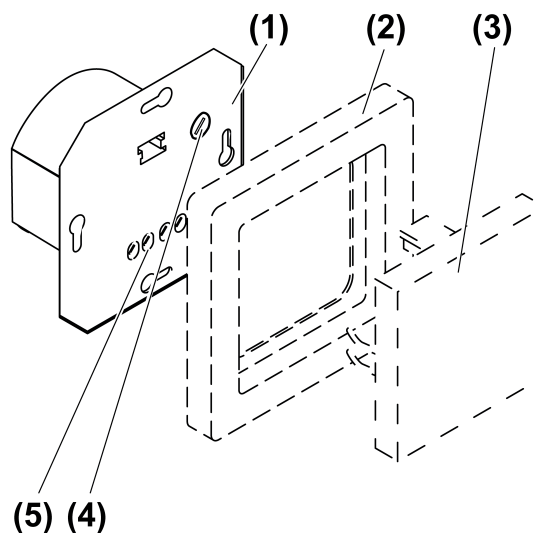

Figure 1: Conception de l'appareillage
- Tourner le sélecteur (4) (figure 1) d'env. 1/4 de tour.